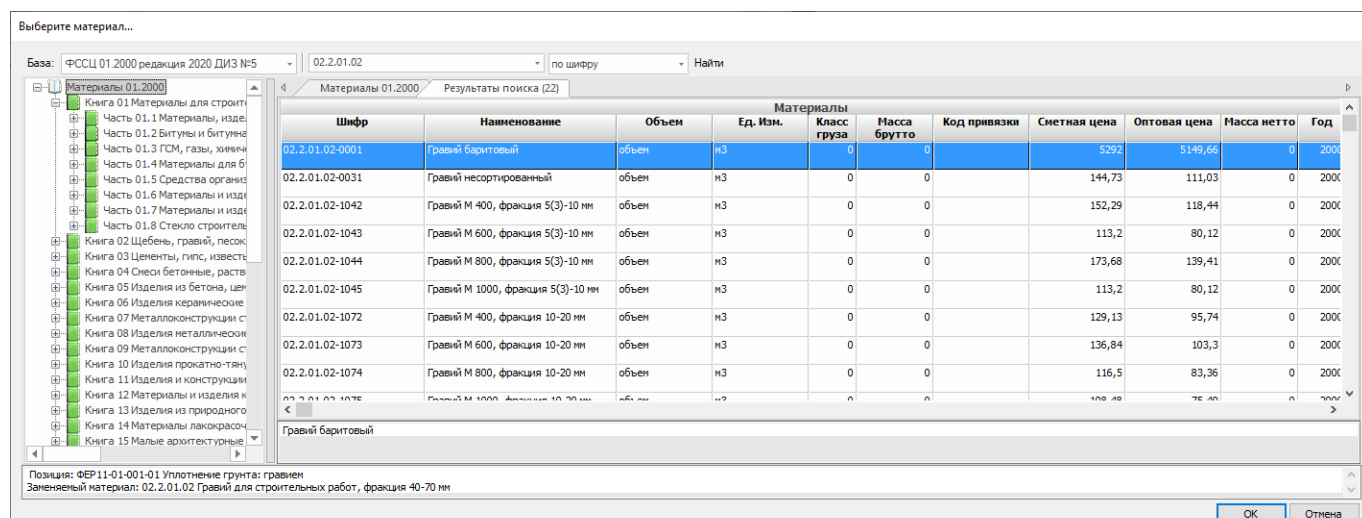

Рис. 3.5 Выбор неучтенного материала
2. При добавлении расценки, содержащей неучтенный материал, будет открываться диалоговое окно, в котором предлагается произвести выбор неучтенного материала (рис. 3.5).